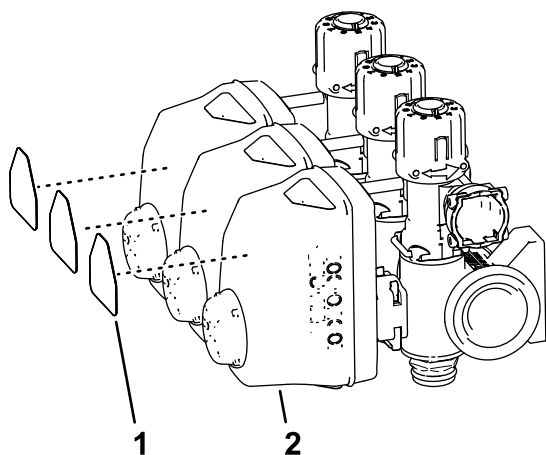

Рисунок 68
5. Удалите наклейки с приводов 3 клапанов секций (Рисунок 68).